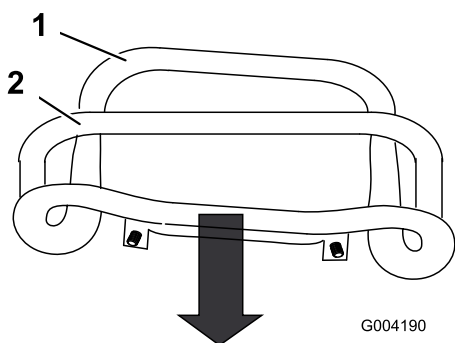

図 55
3. 走行コントロールを手前一杯に引いてコントロールの前部を基準バーに接触させる 図 55。